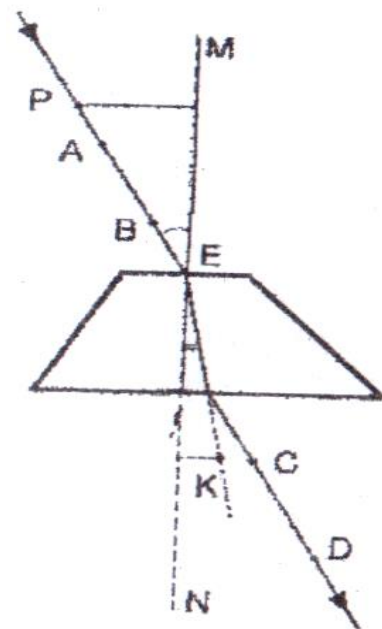

Рис. 2. Ход световых лучей через стеклянную пластинку
8. В точке, где луч вошел в пластину (точка E на рис. 2), восстановите перпендикуляр к контуру её малой параллельной грани (прямая MN).